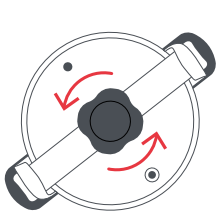
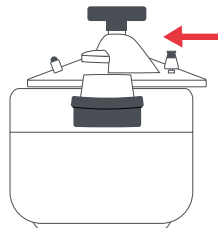

Fig. 7
Fig. 8
2 Avec le bouton de serrage (33) placé sur la position inférieure (tournez-le dans le sens contraire aux aiguilles d'une montre) (Fig. 7), posez le couvercle (1) sur la cuve (11) (Fig. 8) en emboîtant les extrémités de l'étrier (35) dans les oreillons et assurez-vous que tout s'emboîte correctement en passant vos doigts tout autour.
Une fois la pression libérée, ouvrez l'autocuiseur en faisant pivoter le bouton de serrage (33) dans le sens contraire aux aiguilles d'une montre, jusqu'à ce que l'étrier (35) soit sur sa position la plus basse (Fig. 7). Faites glisser le couvercle (1) horizontalement pour le retirer complètement. Ouvrez l'autocuiseur avec précaution. Gardez une certaine distance entre votre corps, votre visage et l'appareil, car celui-ci peut encore contenir de la vapeur chaude.